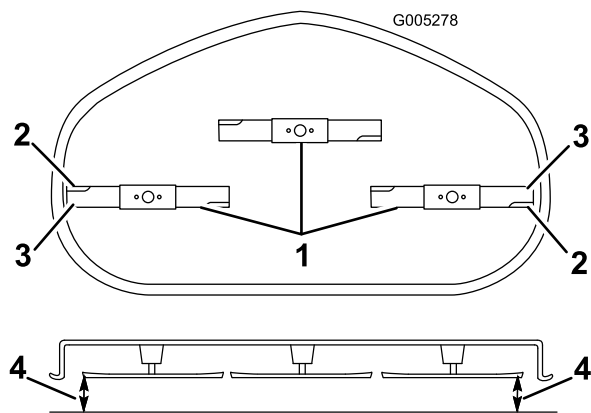

Figure 56
- Faites pivoter la ou les lames avec précaution pour qu'elles soient toutes parallèles (Figure 56).